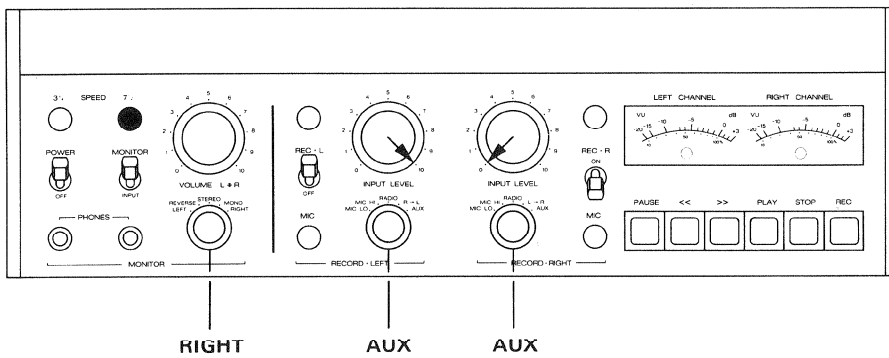

Fig. 6.5.—6
- Effectuez les commutations selon la fig. 6.5.—5.
- Branchez un millivoltmètre BF à la sortie (51) OUTPUT.
- Raccordez un générateur aux prises (48) AUX INPUT (1000 Hz, 0 VU + 6 dB).
- Bedienungselemente nach Fig. 6.5.—6 einstellen.